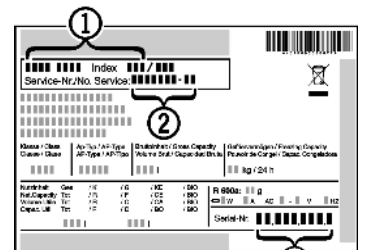

Fig. 23
- ▶ Наименование устройства Fig. 23 (1), сервисный № Fig. 23 (2) и серийный № Fig. 23 (3) считайте с заводской таблички. Заводская табличка находится внутри устройства слева.
- ▶ Обратитесь в сервисную службу и сообщите вид неисправности, наименование устройства Fig. 23 (1), сервисный № Fig. 23 (2) и серийный № Fig. 23 (3).